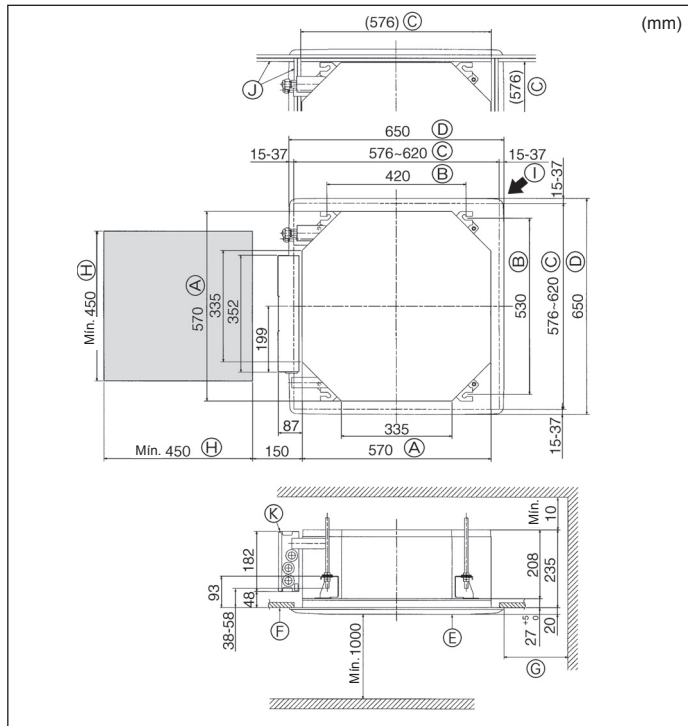

Fig. 4-2
4.2. Localizações das aberturas no tecto e da instalação dos parafusos de suspensão (Fig. 4-2)